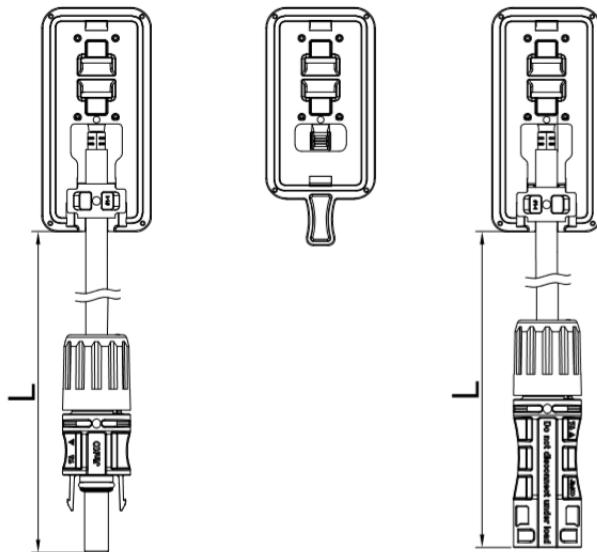

图13 半片/透明背板双面组件接线盒
- k) 接线盒引出线缆的长度依照组件规格书和客户的设计方案要求制定。请在设计布线之前考虑引出线的长度（图13）；